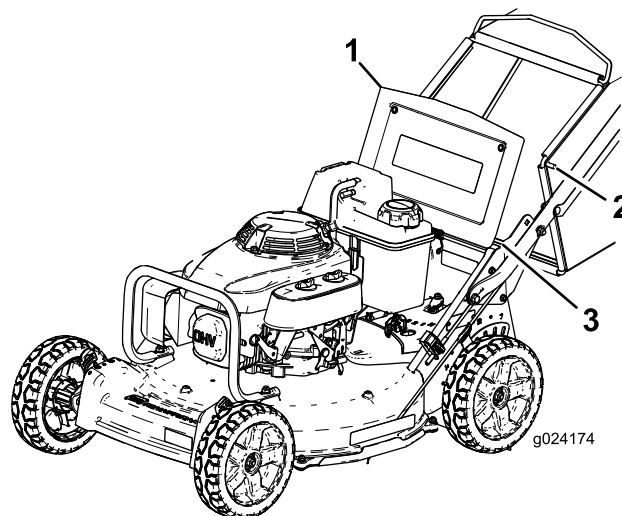

Figura 22
2. Levante y sujete la puerta trasera (Figura 22).
4. Inserte los extremos de la varilla de la bolsa en las muescas de la base del manillar, y mueva la bolsa hacia adelante y hacia atrás para verificar que los extremos de la varilla están asentados en el fondo de cada muesca (Figura 22).
3. Retire la varilla de la bolsa de recogida de las muescas de la base del manillar (Figura 22).